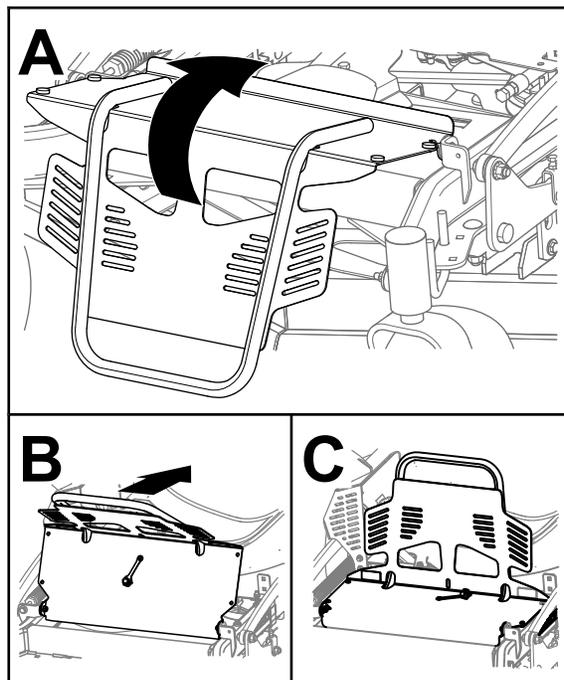

Рисунок 33
3. Поверните защиту двигателя назад, как показано на Рисунок 33.